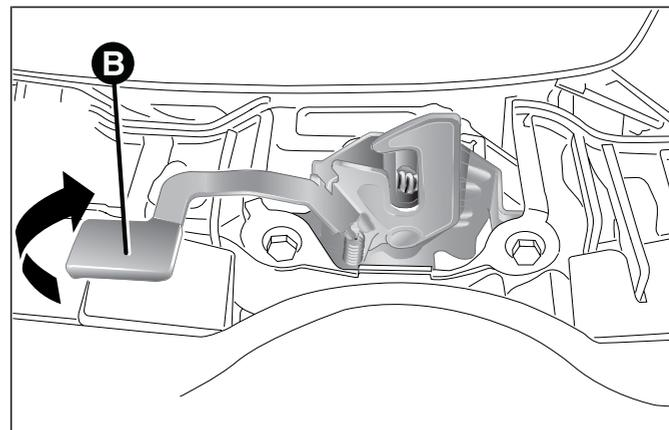

fig. 62
- déplacer vers la gauche le levier B fig. 62 comme indiqué sur la figure ;